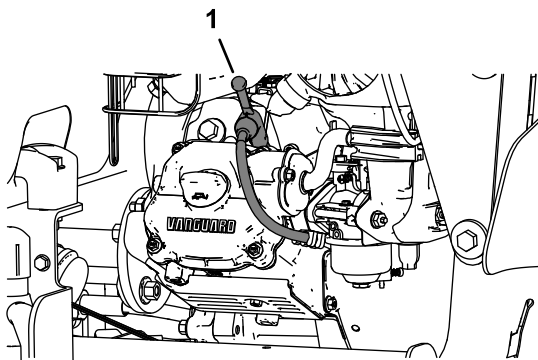

Figure 66
6. Débranchez le fil de la bougie (Figure 66).